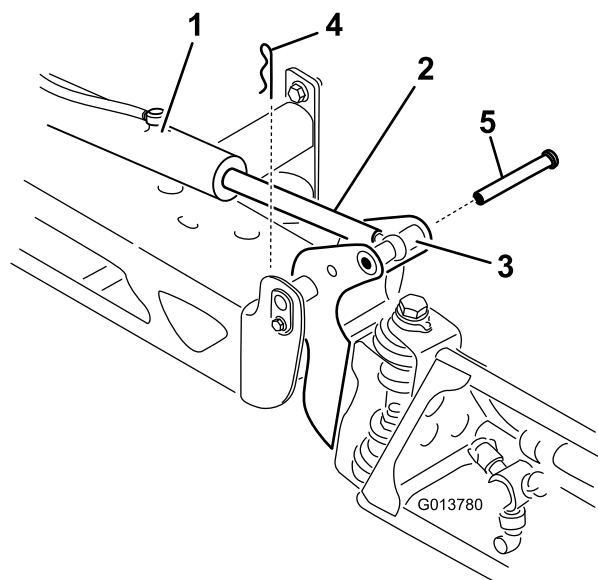

図 70
2. クレビスピンについているヘアピンを抜き取る 図 70。
3. ブームを持ち上げてクレビスピンを外し、ブームをゆっくりと床面に降ろす 図 70。
7. ブームを支えながら、ブームのピボットとアクチュエータロッドにクレビスピンを通す図 70。